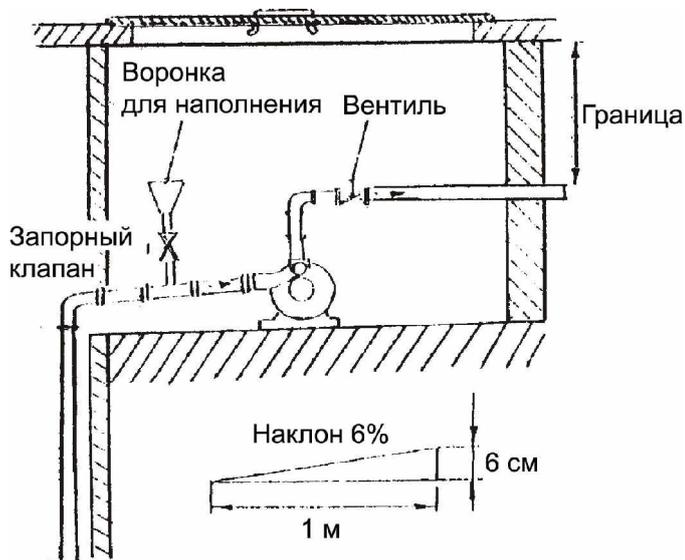

Рис. 3.
- Горизонтальный отрезок всасывающей трубы должен иметь наклон примерно 6%. См. Рис. 3.
- Перед запуском насоса станции заполнить водой всасывающий трубопровод через встроенную в Т-образное соединение воронку (в комплект поставки не входит) (см. Рис. 3). Наполнение необходимо продолжать до тех пор, пока весь воздух в виде пузырьков не будет удален из системы.
- После заполнения водой всасывающей системы и насоса, если по истечению двух минут уровень воды остается неподвижным, перекрыть запорный клапан. См. Рис. 3.
- При закрытом вентиле (см. Рис. 3) при достижении давления внутри гидроаккумулятора примерно 2,5 бар реле автоматически отключает насос станции.